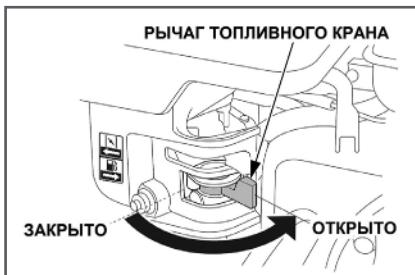

Рис. 16 Рычаг топливного крана PC6337F
- Откройте топливный кран переводом рычага вправо (только для PC6337F) (Рис. 16).